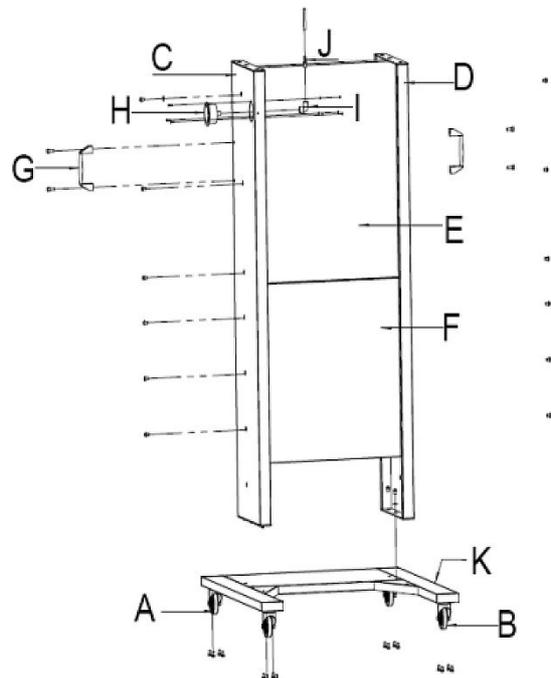

Abb. 5: Räder und Seitenwand montieren
Schritt 2: Befestigen Sie die beiden Räder (B, Abb.5) und Lenkrollen (A, (Abb.5) am Untergestell und ziehen Sie diese fest.
Schritt 3: Setzen Sie die linke und rechte Seitenwand (C und D, Abb.5) auf das Untergestell (E und F, Abb.5) und befestigen Sie diese.
Schritt 4: Befestigen Sie die Griffe (G, Abb.5) links und rechts an der Seitenwand.
Schritt 5: Montieren Sie das Manometer (H, Abb.5) an der rechten Seitenwand.